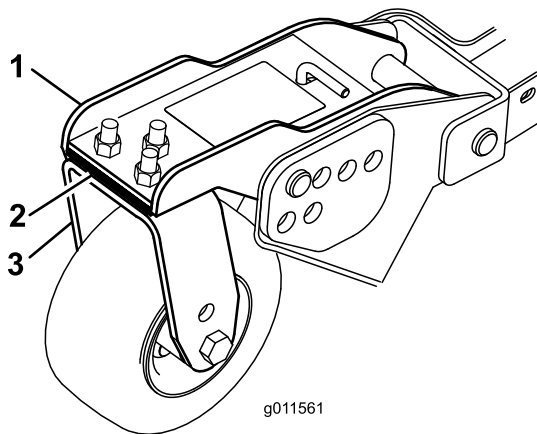

Figura 78
1. Retire os parafusos e as porcas que fixam o braço da roda à forquilha de roda (Figura 78).